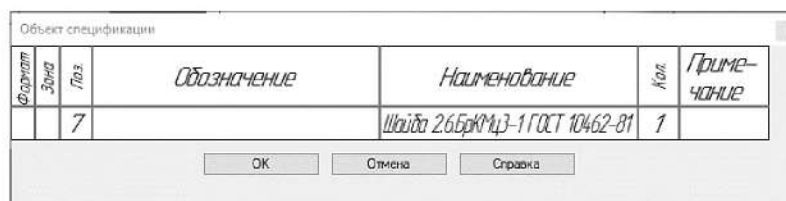

Рисунок 3.97. Окно спецификации
10.1.14 Вместе со стандартным изделием в сборку передается и его объект спецификации для автоматического формирования раздела Стандартные изделия. В окне **Объект спецификации** нажмите кнопку **ОК** (рисунок 3.97).